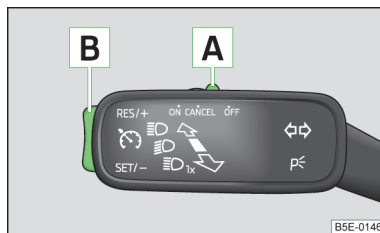

Fig. 111
- Apăsăți comutatorul **A** » fig. 111 în poziția **ON**.
➤ Apăsăți butonul basculant **B** » fig. 111 la pagina 122 în poziția **RES**.
Viteza memorată se poate **reduce** prin apăsarea butonului basculant **B** » fig. 111 la pagina 122 în poziția **SET**.
Sistemul de menținere automată a vitezei de deplasare se **dezactivează temporar** prin apăsarea comutatorului **A** » fig. 111 la pagina 122 în poziția **CANCEL** (anulare), respectiv a pedalei de frână.
➤ Apăsăți comutatorul **A** » fig. 111 la pagina 122 spre dreapta, în poziția **OFF**.